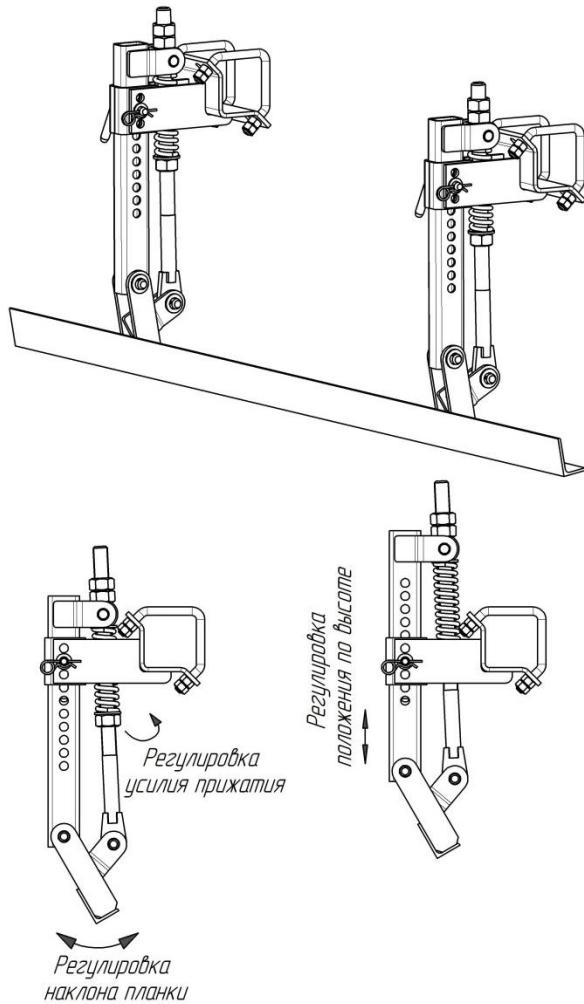

Рисунок 11 – Выравниватель передний планочный
- планочный передний выравниватель (рис.11).